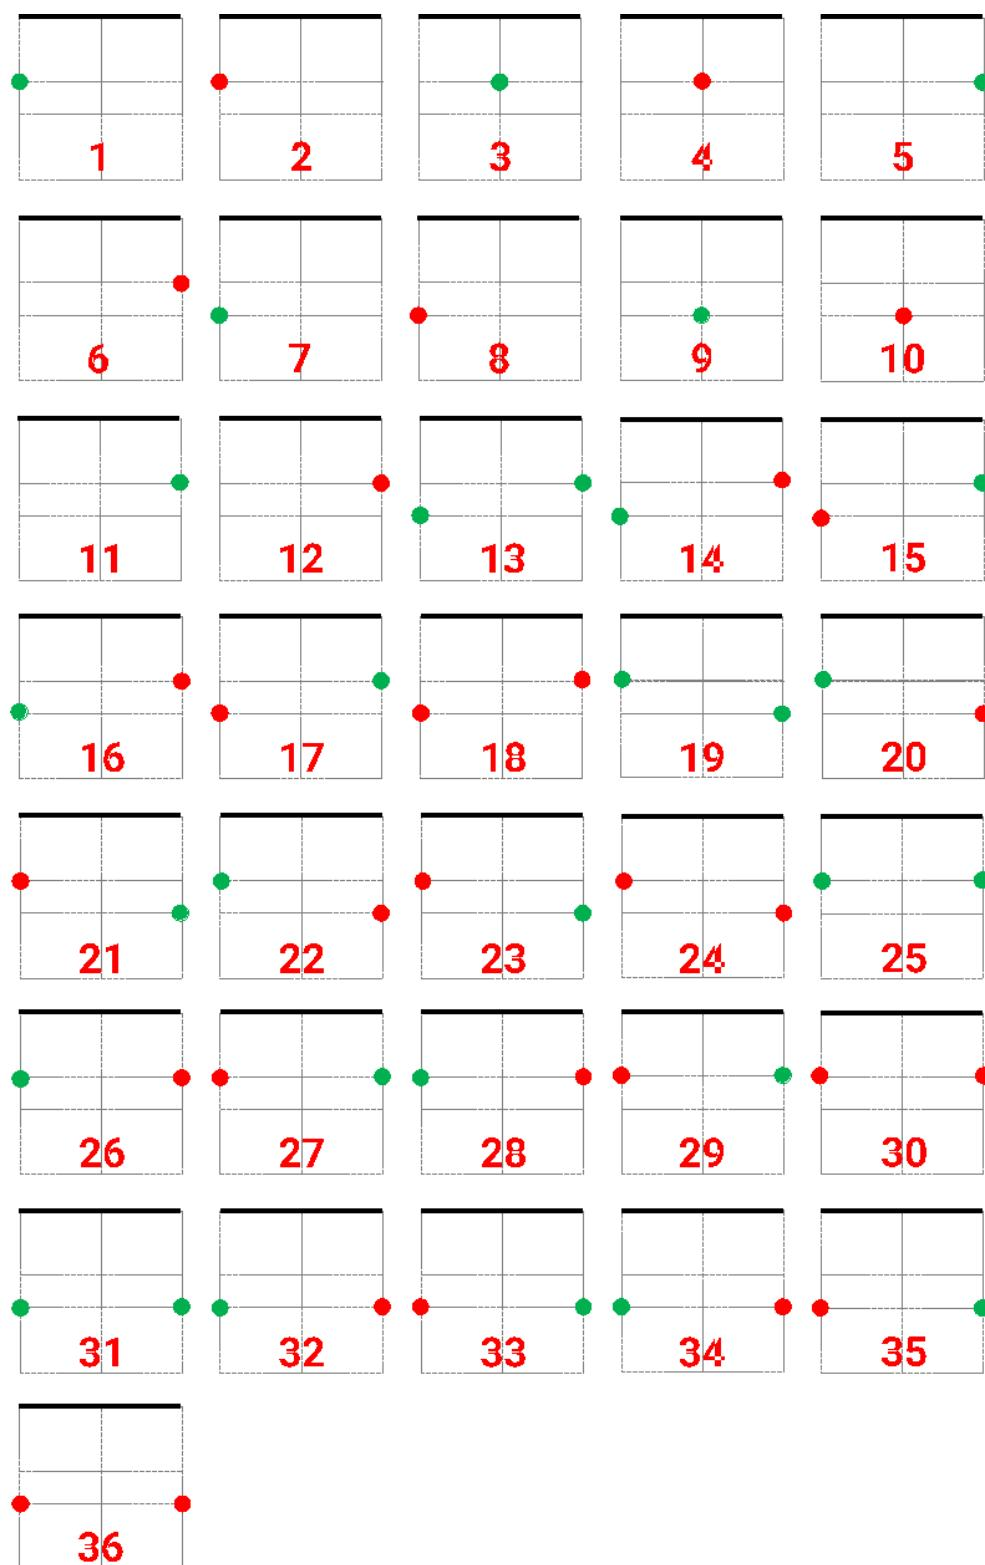

Figura 11. 36 tarjetas con posición de señales de tránsito dentro de una sección
3. Obtenga 36 cartas como en la figura 11 y retire la carta 9 o 10 del juego según el color del signo elegido en el paso anterior: si se eligió el cartel verde, retire la 9^a carta; si se eligió el signo rojo, retire la décima tarjeta. Ponga 35 tarjetas en una caja o bolsa no transparente. Tome una tarjeta de la caja: determinará las ubicaciones de las señales de tráfico en la siguiente sección directa (considerada en el sentido de las agujas del reloj) después de la sección